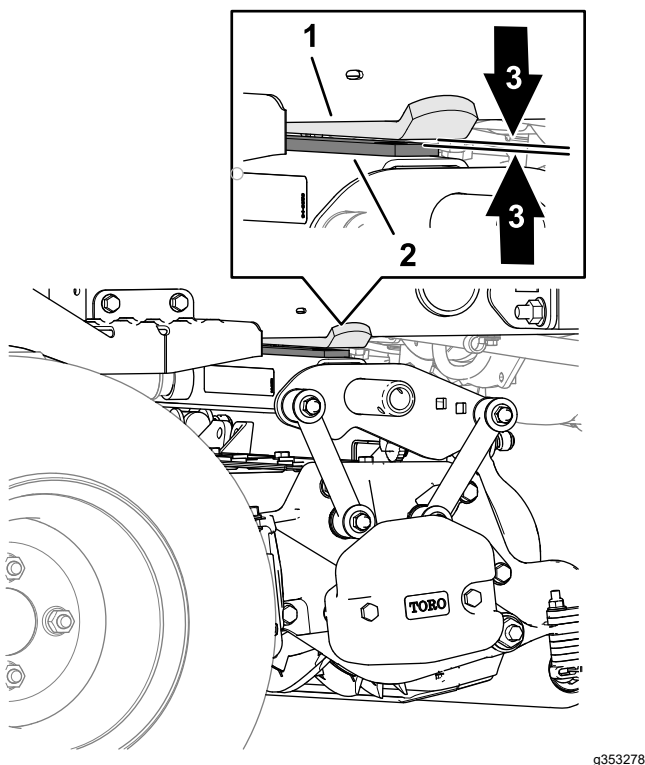

Figura 27
- La unitatea de tăiere din spate, măsurați distanța dintre curea anti-uzură din partea superioară a barei anti-uzură a unității de tăiere spate și oprișor (Figura 27).